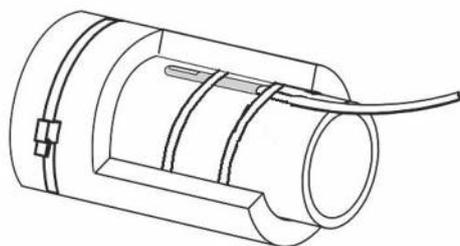

Рисунок 10 - Установка датчика температуры и теплоизолирующей гильзы
12. Установить теплоизолирующую гильзу поверх датчика при помощи пластиковых хомутов входящих в комплект поставки (Рис. 10).
Проверьте наличие заземления котла, бункера и пеллетной горелки (болты заземления М6 находятся на задней ножке котла, задней опоре бункера и нижнем основании горелки) (Рис. 10) и наличие заземления розетки сети 220В.